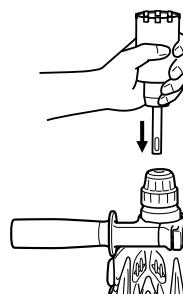
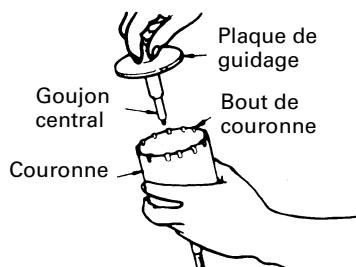

Fig. 16
Fig. 17
(2) Monter la queue de couronne sur le marteau rotatif à percussion (Fig. 16).
(3) Introduire la guijon central dans la plaque de guidage jusqu'à ce qu'il arrête.
(4) Engager la plaque de guidage dans la couronne et tourner la plaque de guidage à gauche ou à droite de manière à ce qu'elle à ce qu'elle ne puisse pas tomber, même si elle orientée vers le bas (Fig. 17).